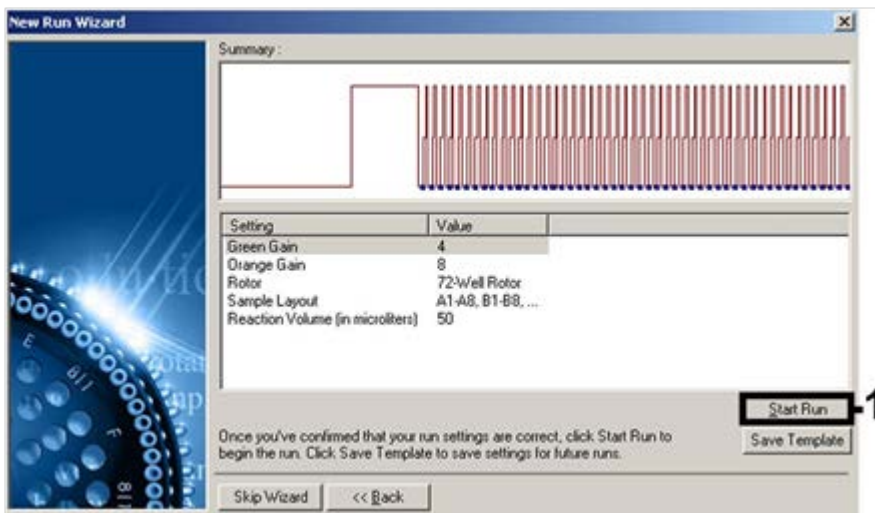

Figura 8. Pornirea testării. Captura de ecran pentru *artus* HI Virus-1 QS-RGQ Kit este prezentată ca exemplu.
7. Valorile amplificării determinate prin calibrarea canalelor sunt salvate automat și sunt enumerate în ultima fereastră de meniu a procedurii de programare (Figura 8). Faceți clic pe „Start Run” (Pornire testare).